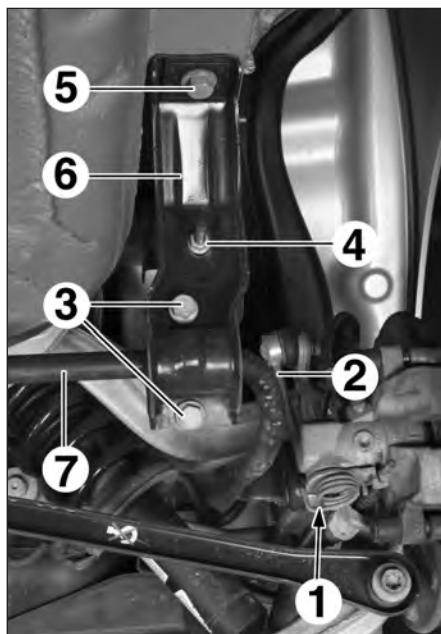

FIG.40
- Déposer l'écrou (1) de la biellette (2) de barre stabilisatrice (Fig.40).
- Extraire la biellette (2) de la barre stabilisatrice.
- la vis (3) du palier de la barre stabilisatrice,
- l'écrou (4) du support sur la caisse,
- la vis (5) du support sur la caisse,
- le demi-palier (6) de barre stabilisatrice,
- la barre stabilisatrice (7).